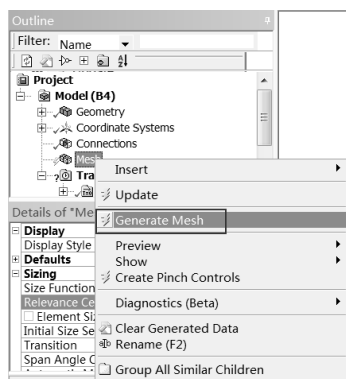
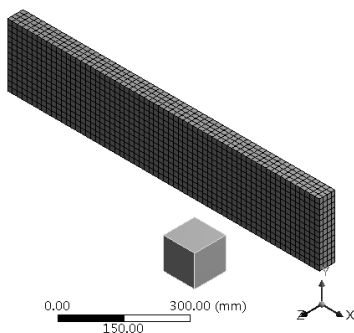

图 12-18 划分网格
图 12-19 网格效果
Step5 :在 Outline(分析树)中的 Mesh 选项上右击,在弹出的快捷菜单中选择 Generate Mesh 命令(图 12-18),此时会弹出进度显示条,表示网格正在划分,当网格划分完成后,进度条自动消失。最终的网格效果如图 12-19 所示。